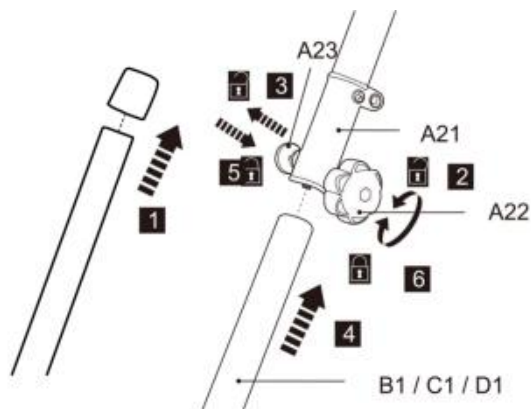

Fig. 3
2. Rimuovere il cappuccio di protezione preinstallato dal polo inferiore (B1/C1/D1) (Fig. 3 , passaggio 1).
3. Allentare la manopola di bloccaggio (A 22) , ma non rimuoverla completamente (Fig. 3 , passaggio 2).
4. Allineare e inserire il polo inferiore (B 1/C 1/D 1) nel manicotto di bloccaggio (A 21), tirando contemporaneamente la molla bullone (A 23) (Fig. 3 , fasi 3 e 4).
5. Ruota leggermente l'asta inferiore per allineare il foro con la molla bullone (A23). Rilascia la molla bullone successivamente per fissare il palo inferiore in posizione. Assicurarsi che la molla II bullone si incastra nel foro (Fig. 3 , passaggio 5).
6. Stringere la manopola di bloccaggio (A 22) per fissare il collegamento (Fig. 3 , passaggio 6).